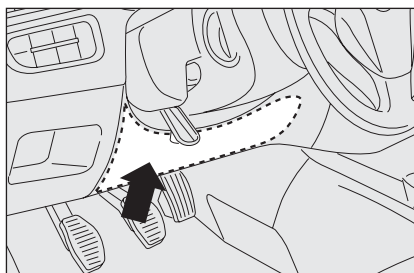

рис. 16
**НАДУВНАЯ ПОДУШКА БЕЗОПАСНОСТИ В РАЙОНЕ КОЛЕНЕЙ ВОДИТЕЛЯ (где предусмотрено) рис. 16**